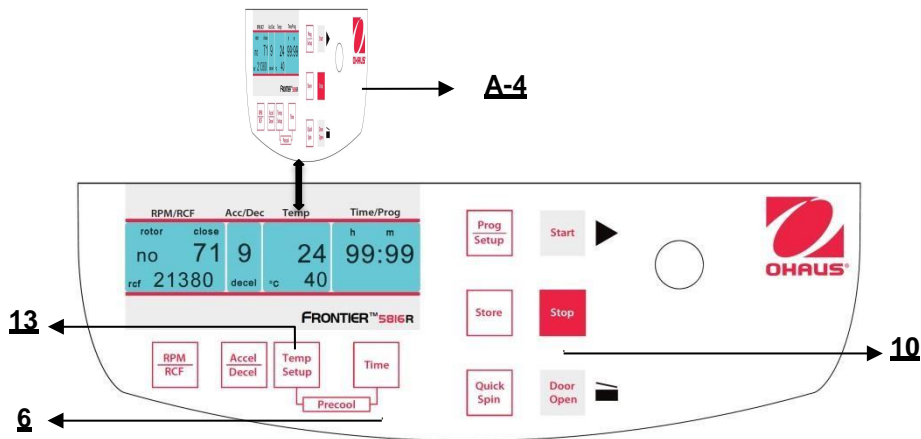
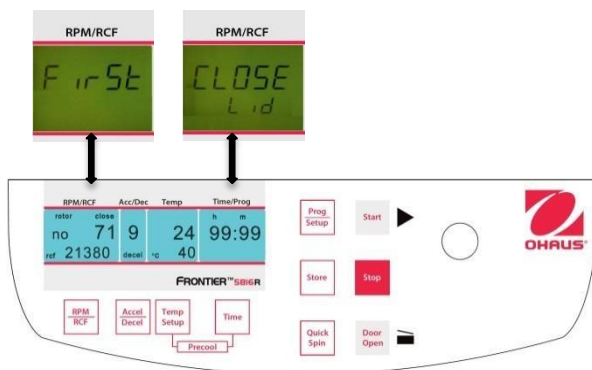

Figura 23
Figura 26
Se i campioni sono sensibili alla temperatura, è utile preraffreddare la centrifuga, il rotore e in ultimo i contenitori alla temperatura di funzionamento necessaria. Perciò, inserire il rotore desiderato e preimpostare la rispettiva temperatura. Si avvia il ciclo premendo simultaneamente i tasti "Temp/Setup" (13) (fare riferimento alla figura 23) e "Time" (6). Durante il funzionamento, il gruppo sceglie automaticamente una velocità di rotazione equivalente al 20% della velocità di rotazione del rispettivo rotore. Dopo aver raggiunto la temperatura preimpostata, è possibile lasciare il ciclo di preraffreddamento con il tasto "Stop" (10).
Chiudere il coperchio della centrifuga Adesso procedere come descritto in precedenza per impostare tutti i parametri di ciclo importanti. Se il coperchio non è chiuso quando si salva il programma, sul display **"RPM/RCF"** (A-1), lampeggiano alternativamente le parole **"FirSt"** e **"CLOSE Lid"** (Vedere figura 23). Se si vuole avviare il ciclo senza salvare il programma, sul display **"RPM/RCF"** (A-1) lampeggiano alternativamente le parole **"First"** e **"PrESS StoreE"** (Vedere figura 26) .
E' possibile avviare la centrifuga con il tasto **"Start"** (9) (rif. figura 26) oppure con il tasto **"Quick Spin"** (8).
**Con il tasto "Start"** (9), si possono avviare cicli salvati oppure cicli con i parametri preselezionati manualmente. Quando è finito il rispettivo tempo ciclo preselezionato, la centrifuga si arresterà automaticamente.